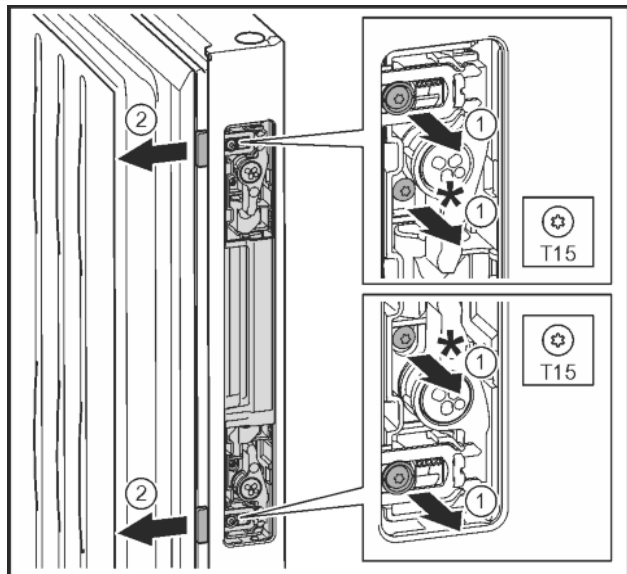

Fig. 19
- ▶ Выкрутить винты вместе с серыми пластмассовыми колпачками отверткой T15 Fig. 19 (1)
- ▶ С усилием извлечь защелку механизма открывания двери. Fig. 19 (2)